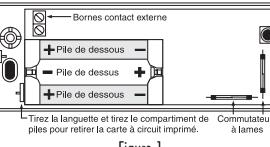

Figure 1
1. Respectez la polarité (voir Figure 1).
Avant d'installer le dispositif, retirez la carte à circuit imprimé. Tirez la languette et tirez le logement des piles pour retirer la carte à circuit imprimé. Refitez soigneusement la carte à circuit imprimé de plastique (voir Figure 1).